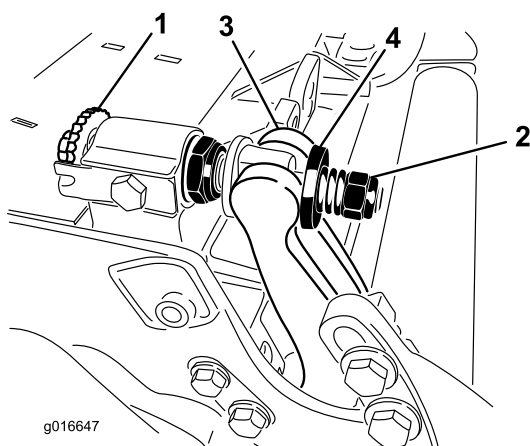

Figura 29
1. Gire el tornillo de ajuste de la barra de asiento, en el sentido contrario a las agujas del reloj, para alejar la contracuchilla del molinete (Figura 29).
2. Afloje la tuerca de tensado del muelle hasta que el muelle deje de presionar la arandela contra la barra de asiento (Figura 29).